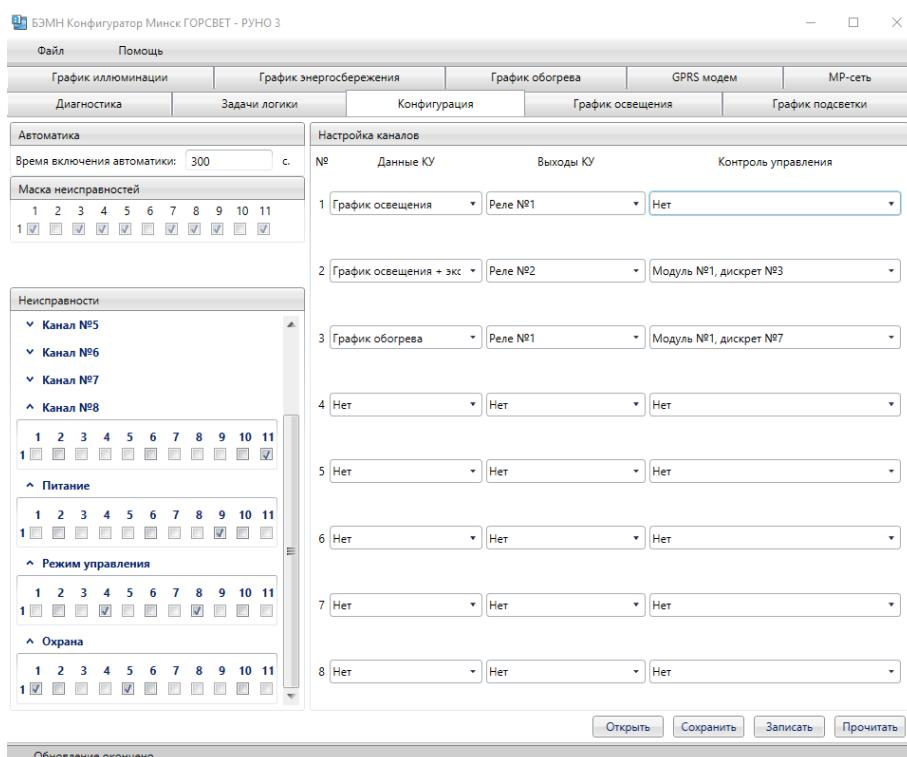

Рисунок 5.10 - Окно «Конфигурация» в БЭМН конфигураторе РУНО 3
Автоматический возврат из режима ручного управления в автоматическое управление происходит при потере связи РУНО 3 с ПК по USB интерфейсу (или по GSM каналу в САКУ СНО), по истечении времени, установленного в области «Автоматика» окна «Конфигурация» (см. п. 5.4, рисунок 5.10).
5.4 В окне вкладки «КОНФИГУРАЦИЯ» имеется возможность прочитать, сохранять и записывать конфигурацию РУНО 3 (рисунок 5.10).